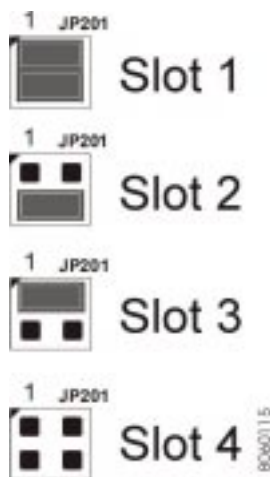

Bild 17: Jumperstellungen JP201 (Slotauswahl)
- Wenn Sie sich für eine Position entschieden haben, muß diese vor der Installation durch Jumper JP201 eingestellt werden (*siehe Bild 17*).